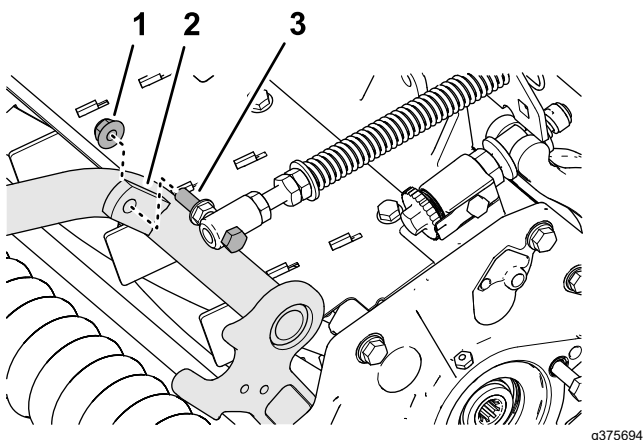

図 13
4. ターフ補正スプリングのキャップスクリューを、キャリアフレームの右側タブに組み付ける 図 13 フランジロックナット $\frac{3}{8}$ "を使用する。